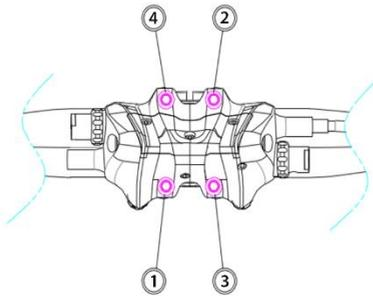
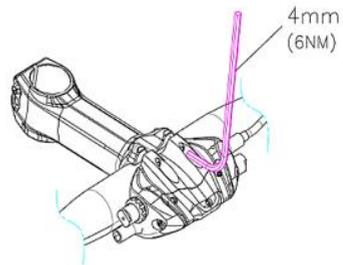

Abb. E-1 Abfolge beim Anziehen
Abb. E-2 Anzugdrehmoment 6 Nm
- Ziehen Sie die Vorbauschrauben in der abgebildeten Reihenfolge fest (**Abb. E-1**), das Anzugdrehmoment beträgt 6 Nm (**Abb. E-2**)